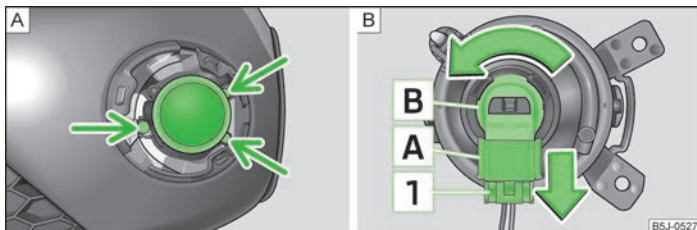

Fig. 152 Bara de protecție față: Farurile de ceață / farurile de ceață: Înlocuirea becului
- Desfaceți cu ajutorul unei șurubelnițe » pagina 159, *Trusa de scule* șuruburile » fig. 152 - **A**.
- Apăsați siguranța **1** » fig. 152 a conectorului **A** și scoateți conectorul din soclul **B**.